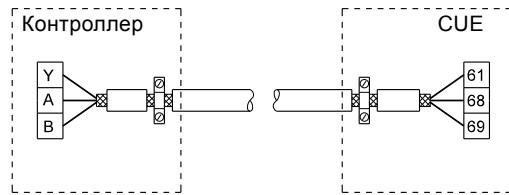
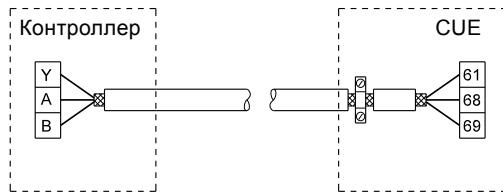

Рис. 39 Пример подключения к шине 3-жильного кабеля с экраном с подключением на двух сторонах
Рис. 40 Пример подключения к шине 3-жильного кабеля с экраном, подсоединенном к преобразователю частоты CUE (контроллер без зажима для экрана)
- Подключайте экран к корпусу на обоих концах и для двигателя, и для сигнальных кабелей. См. рис. 39. Если на контроллере отсутствует хомут, подключайте экран сигнального кабеля только к корпусу преобразователя частоты CUE. См. рис. 40.